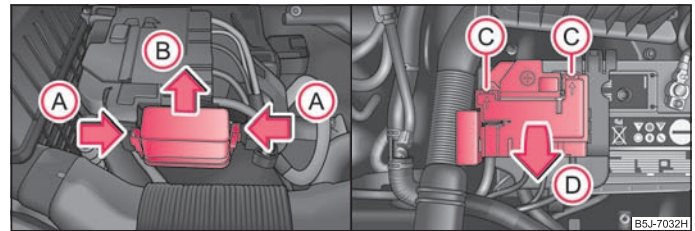

Abb. 160 Batterie: Sicherungsdeckel
- Drücken Sie die Verrastungen der Sicherungsabdeckung gleichzeitig in Pfeilrichtung (A) zusammen ⇒ Abb. 160, schieben Sie die Abdeckung in Pfeilrichtung (B) heraus.
- Entriegeln Sie mit einem flachen Schraubendreher die Halterungen in den Öffnungen (C) und klappen Sie die Abdeckung nach oben in Pfeilrichtung (D).